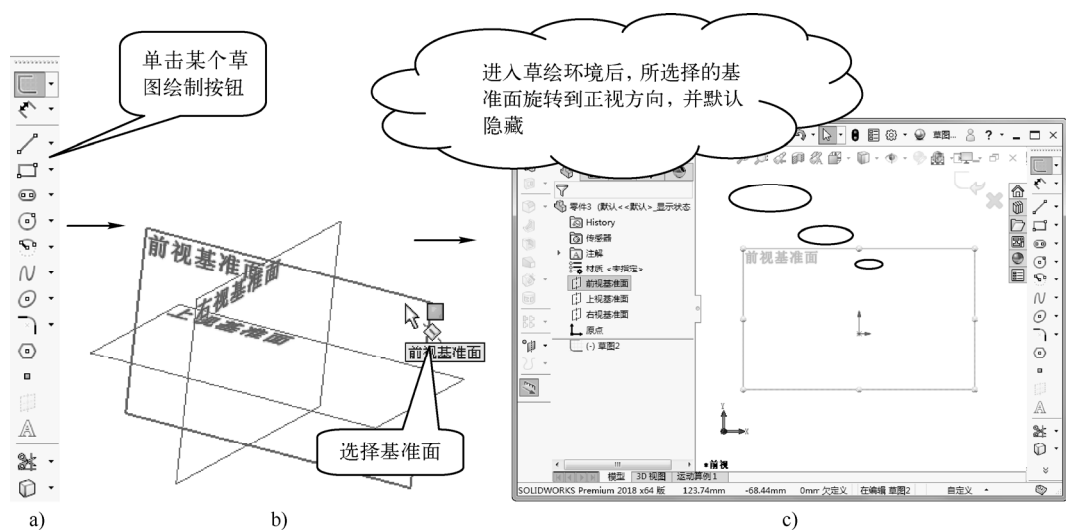

图 2-2 进入草绘环境的方式 1
1) 单击“草图”工具栏中的“草图绘制”按钮，或单击“草图”工具栏中的任意一个绘制草绘图形按钮（直线、边角矩形、圆等），或选择“插入”>“草图绘制”菜单项，再选择任意一基准平面或实体面即可进入草绘环境，如图 2-2 所示。